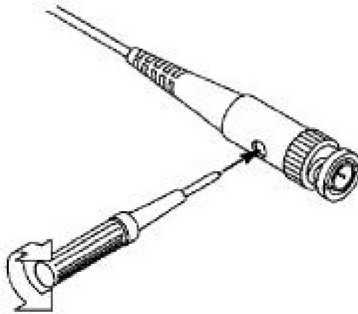

Figura 3-7 Regolare la sonda
2. Controllare le forme d'onda visualizzate e regolare la sonda fino a ottenere una corretta si ottiene una compensazione (vedere *Figura 3-6* e *Figura 3-7*).